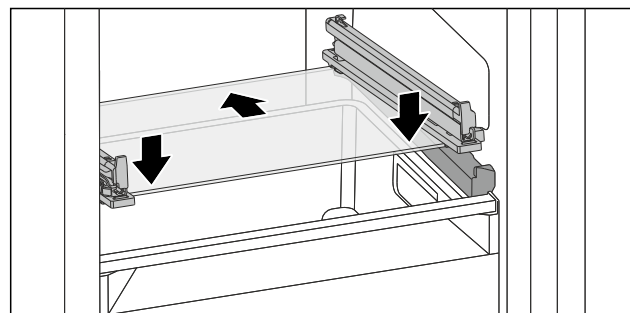

Fig. 109 A lebillenthető fiók üveglapja
- ▶ Helyezze a fiókot ferdén az ütközők mögé. (lásd Fig. 109)